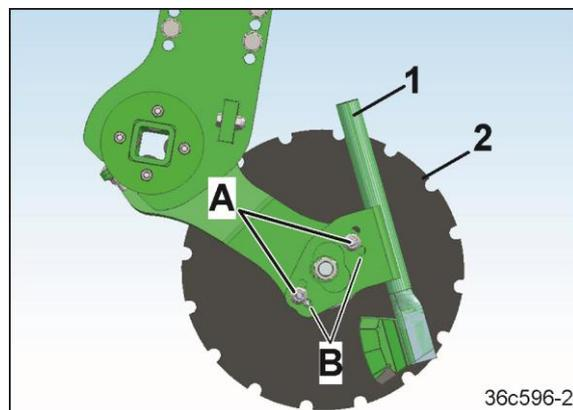

Fig. 145
Bei Lieferung Ihrer Maschine ist der Scharkörper (Fig. 145/1) in den Bohrungen „A“ befestigt.
Wir empfehlen, alle Scharkörper (Fig. 145/1) in den Bohrungen „B“ anzuschrauben,
- vor Erreichen der Verschleißgrenze der Scharscheibe (Fig. 145/2).